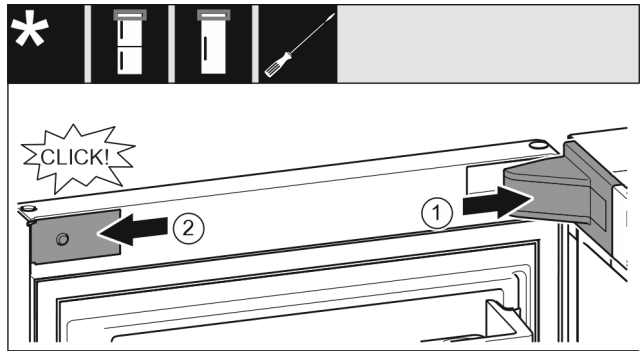

Fig. 21
- ▶ Uždėkite atraminės gembės dengiamąją plokštelę ir užfiksuokite, prireikus atsargiai išspauskite. Fig. 21 (1)
- ▶ Uždėkite ir užfiksuokite gaubtą. Fig. 21 (2)